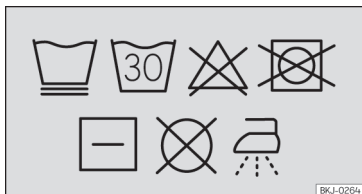

Fig. 154 Etichetta sui sedili: simboli con istruzioni per il lavaggio
- Istruzioni per il lavaggio delle fodere estraibili »» fig. 154: